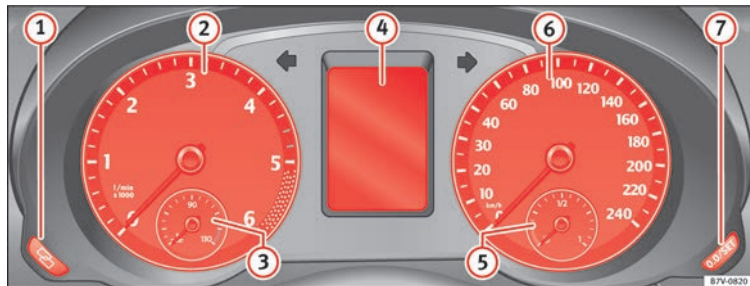

Fig. 117 Cuadro de instrumentos en el tablero de instrumentos.
» **fig. 117:**
- Para proseguir con el ajuste, pulse la tecla **[0.0 / SET]** » **fig. 117 7**. Para que los números se sucedan con rapidez, mantenga la tecla pulsada.
El cuentarrevoluciones le ofrece, conjuntamente con la indicación de las marchas, la posibilidad de utilizar el motor de su vehículo en un régimen de revoluciones adecuado. El principio de la zona roja » **fig. 117** indica el régimen máximo de revoluciones del motor funcionando a
En la pantalla del cuadro de instrumentos » **fig. 117** ④ puede visualizarse información diversa, en función del equipamiento del vehículo: